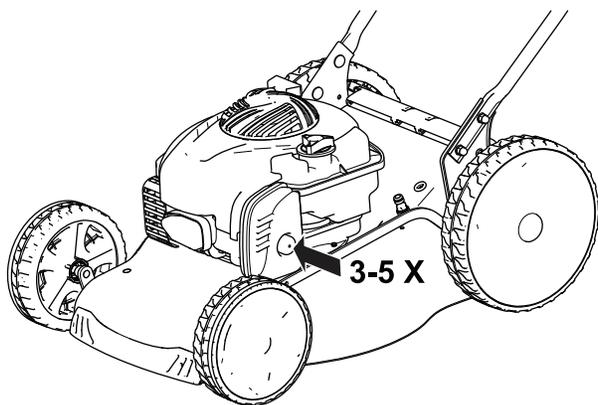

Figura 14
1. Premete la lampada dell'iniettore da 3 a 5 volte (Figura 14).